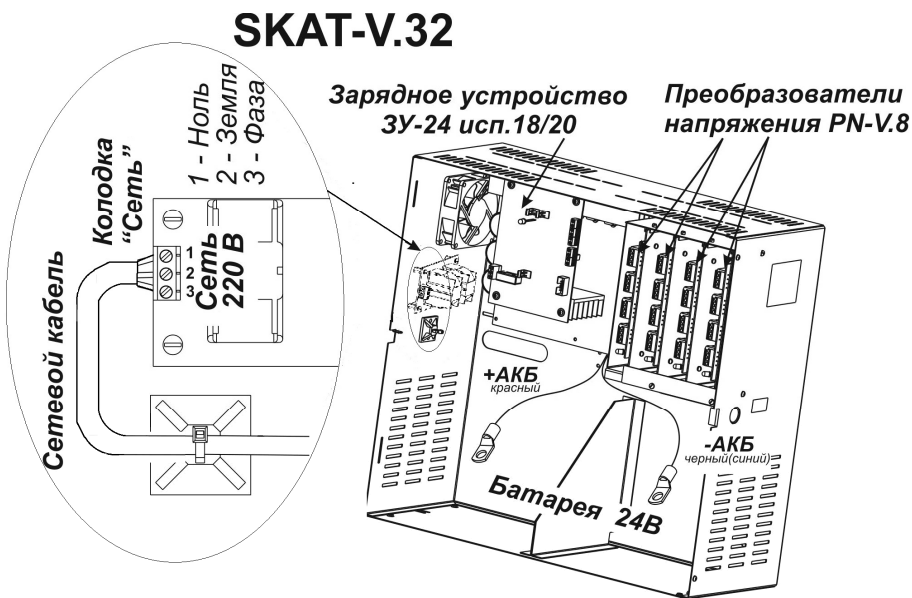

Рисунок 1 - Внешний вид блока с открытой крышкой и подключение сетевых проводов и провода заземления
- подключить сетевой кабель 220 В 50 Гц к колодке «Сеть» изделия с учетом указанной фазировки на рис. 1;